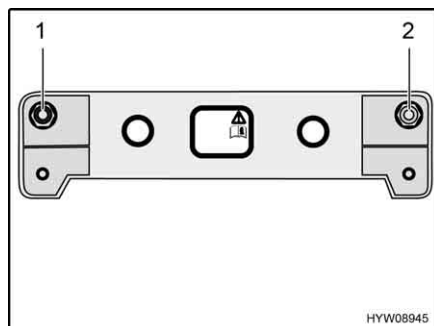

Fig. 21 Valvole di riempimento di emergenza
Nel vano motore sono installate due valvole di riempimento di emergenza (Fig. 21,1 e 2) su una lamiera di sostegno. Queste valvole sono collocate in modo che in base alla loro posizione (nel senso di marcia) possano essere associate ai lati delle molle pneumatiche. Inoltre sono contrassegnate.
- Riempire uniformemente con aria compressa le valvole di riempimento di emergenza (Fig. 21,1 e 2) presenti su entrambi i lati, fino al raggiungimento del livello di marcia normale del veicolo.